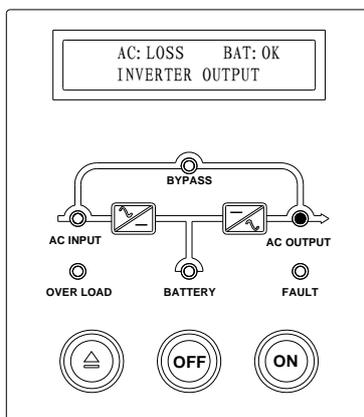
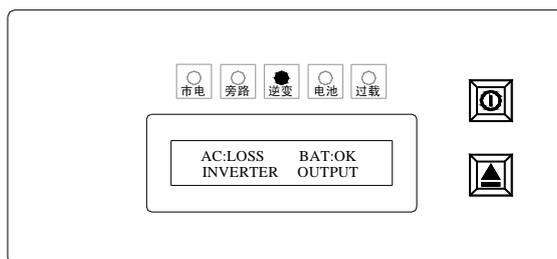
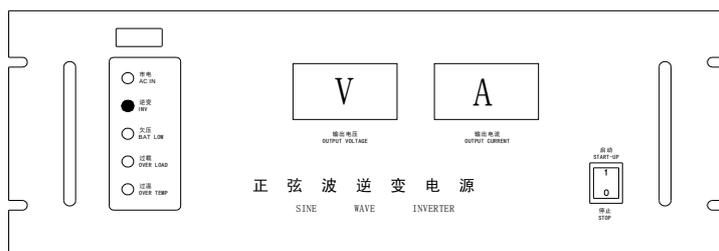

图 6-8 1kva-3kva 逆变器电源交流输入异常时显示状态
图 6-9 4kva-8kva 逆变器电源交流输入异常时显示状态
图 6-10 1kva-3kva 逆变器电源(指针式表头面板)交流输入异常状态
4) 断开逆变器交流输入，交流输入指示灯熄灭，面板显示如图 6-8、图 6-9、图 6-10 所示，蜂鸣器每隔 4 秒鸣一次，按压前面板翻页/消音键关闭蜂鸣器报警。